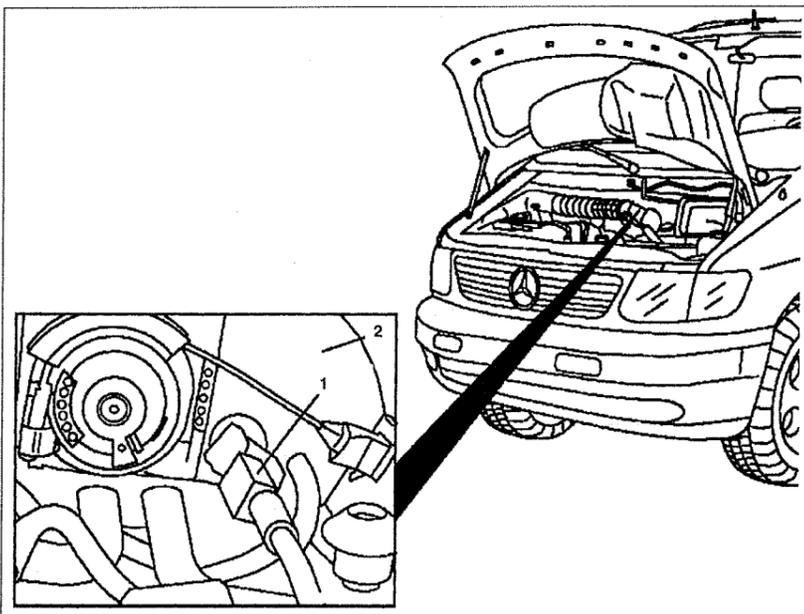

Рис. 3.49. Датчик температуры входящего воздуха:
1. Отсоедините разъем проводки от датчика 1 (см.рис.3.49).